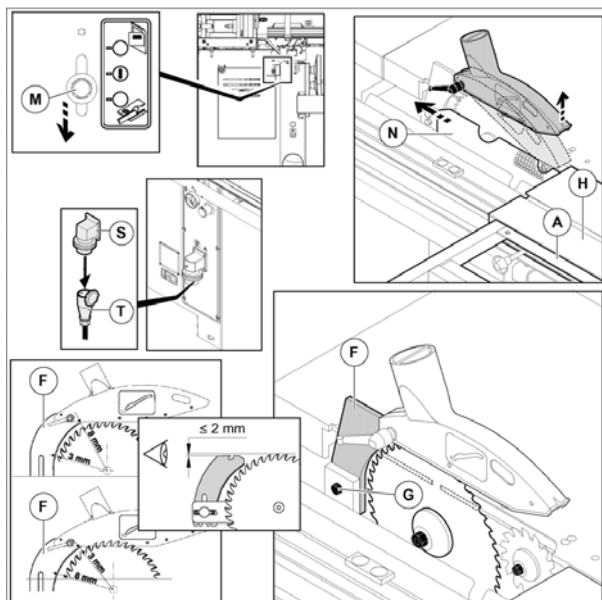

Fig. 6.1
- 2) Posizionare il telaio di squadra (A fig. 6.1) come in figura e traslare il carro vagone (H fig. 6.1) tutto a destra.
- 3) Abbassare la leva (M fig. 6.1) ed aprire la protezione (N fig. 6.1).
- 4) Regolare la posizione in altezza del coltello divisore (F fig. 6.1) allentando il dado (G fig. 6.1).